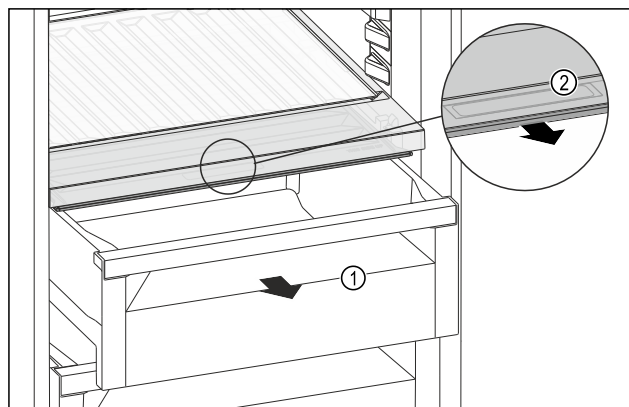

Fig. 164
- Schubfach Fig. 164 (1) herausziehen.
- Griffmulde Fig. 164 (2) am Fachdeckel anfassen und Fachdeckel gleichzeitig nach vorne ziehen.